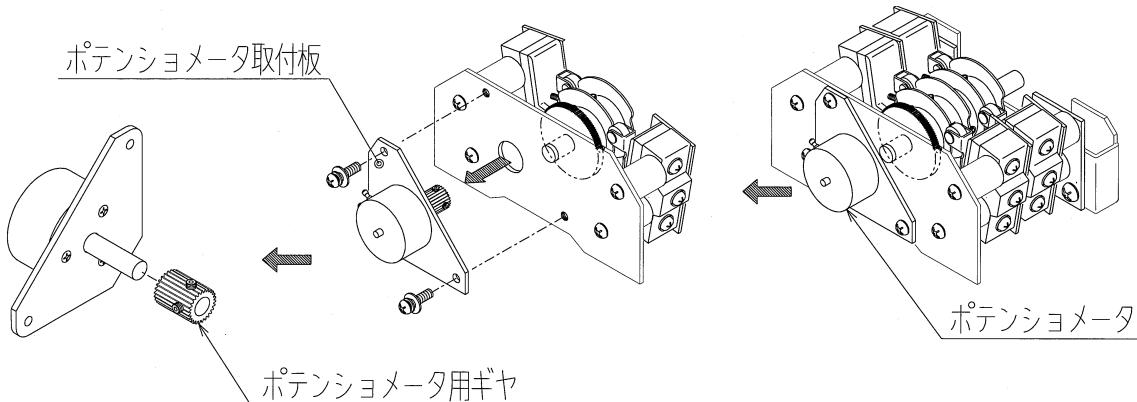
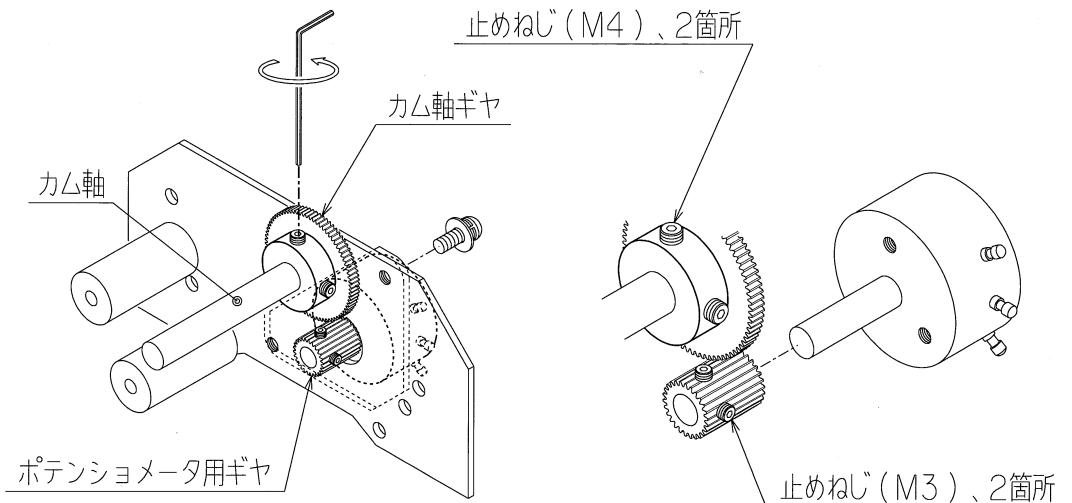

図9：ポテンショメータの取り外し
図 10 : ボテンショメータの調整
(1) ポテンショメータの交換要領（制御動作C形、巻線抵抗形ポテンショメータ  $135\Omega$  の場合）
- ①コントロールモータを電動動作で全閉位置とし電源を遮断します。
- ②コントロールモータのスイッチカバーを外します。
- ③端子箱カバーを外し、端子BM, RM, WMに接続されている外部配線を解線します。
- ④端子RM-WM間にテスタ（抵抗レンジ）をあて抵抗値を測定、記録します。
- ⑤ポテンショメータ本体の3端子に接続されているリード線色と端子番号を記録します。
- ⑥ポテンショメータの端子付近からリード線を切断します。
- ⑦ポテンショメータ取付板を取り外します。（図9参照）
- ⑧ポテンショメータに付いているギヤを外し、ポテンショメータを取付板から取り外します。
- ⑨新しいポテンショメータを取付板に取付け、⑧で取り外したギヤをポテンショメータ軸に取付けます。（図10参照）
- ④カム軸ギヤを固定している止めねじ（M4六角穴付き）を2本とも緩めます。
- ⑤端子RM-WM間にテスタ（抵抗レンジ）をあて抵抗値を測定しながらカム軸ギヤを指で回し、抵抗値が約  $2\Omega$  となる位置でカム軸ギヤの止めねじを仮固定します。（図10参照）